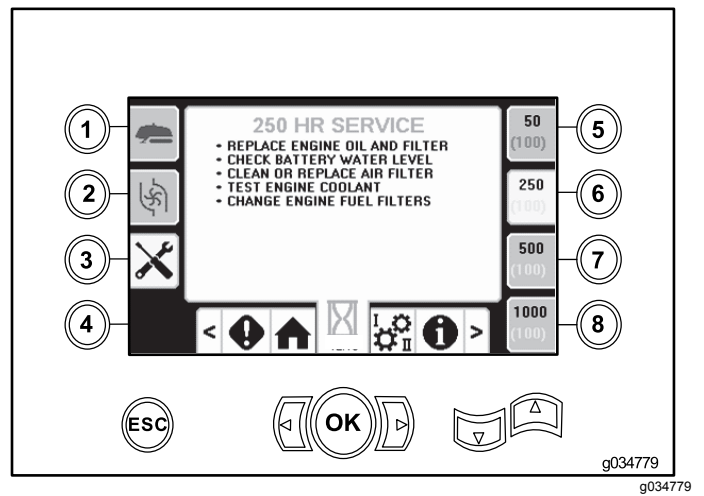

Figura 52
- Botão 6 – 250 horas (Figura 52)